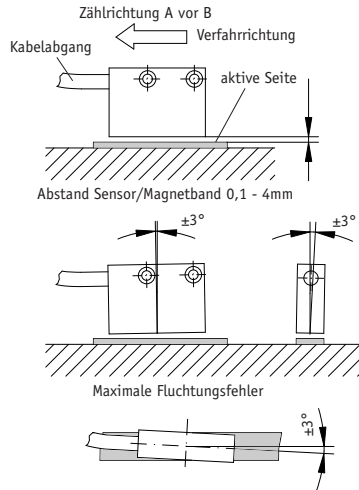

Abb. 6: Definition der Zählrichtung / Montage
- **Auf richtige Ausrichtung bezüglich der Zählrichtung achten** (Abb. 6). Dies ist unerheblich
- Abstandmaße zwischen Sensor und Magnetband sowie Winkeltoleranzen beachten, diese müssen über die gesamte Messstrecke eingehalten werden (Abb. 6)!